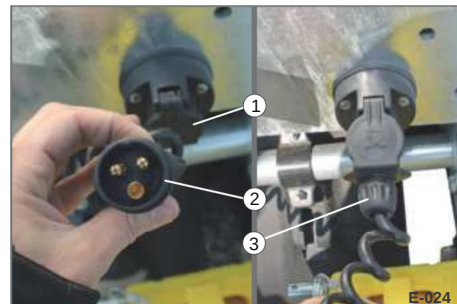

Bild 20 Sätta i positionsljuset
• Öppna locket till uttaget (Bild 20/1) och sätt i kontakten (Bild 20/2).